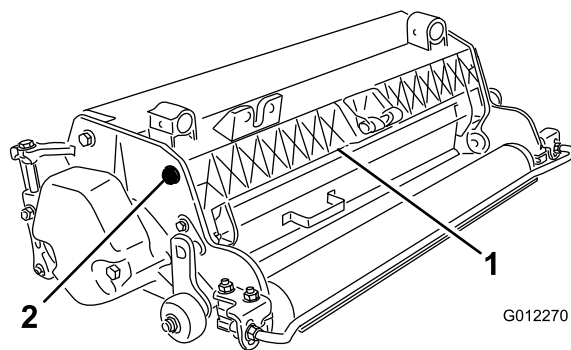

図 5
1. グラス・シールドのピボットについているボルトをゆるめる（図 5）。
2. グラス・シールドを希望する高さに調節し、ボルトを締める（図 5）。